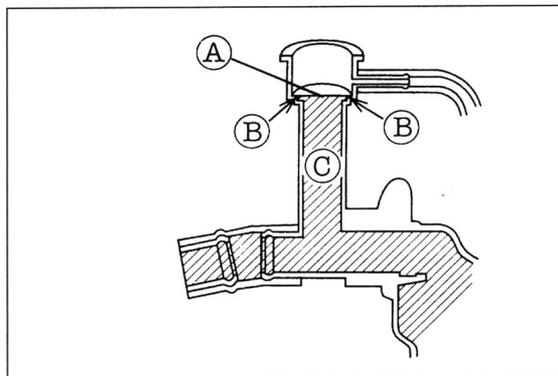

Bild 35
- Kühlkreislauf entlüften: Motor starten und Kühlmittel auffüllen, bis Pegel im Kühler nicht mehr sinkt und bis zur Unterkante des Einfüllstutzens «B» Bild 35 reicht.